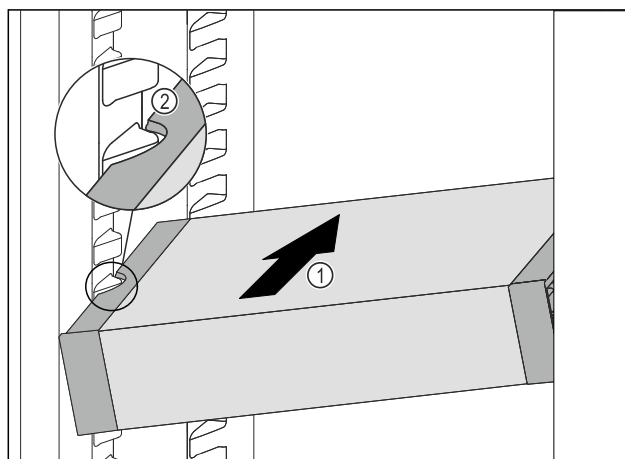

Fig. 114
- Zasuňte VarioSafe do chladničky pod úhlem tak Fig. 114 (1), aby vybrání na bocích Fig. 114 (2) VarioSafe byla na úrovni žebrování na nádoby v chladničce.